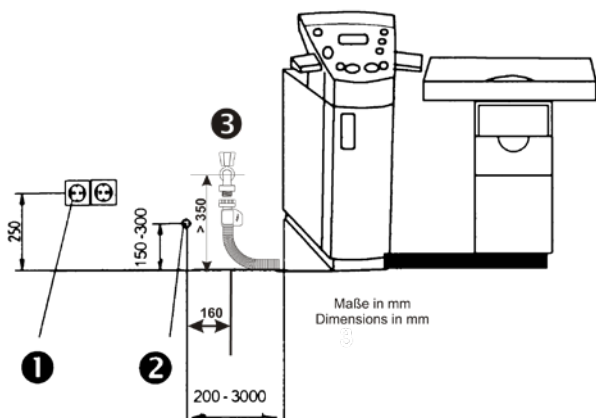
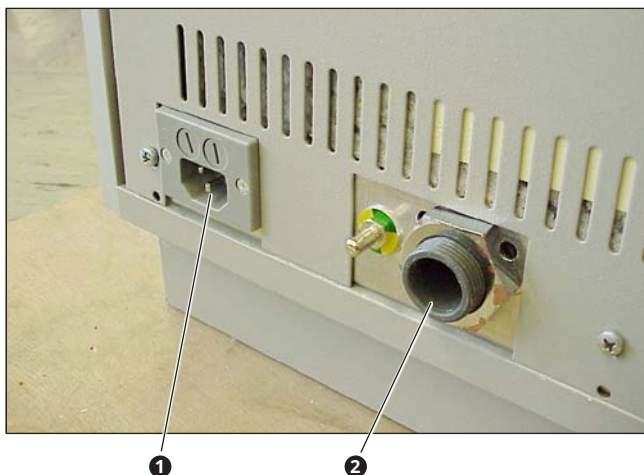

Fig. 3.
Fig. 4.
- La ATMOS C 21 / C 31 está conectada a un enchufe que debe montarse cerca de la unidad, preferiblemente al lado izquierdo bajo el módulo de funciones (Ver fig. 3)
- Conectar el tubo desagüe con la unidad (❷, fig. 4) y la conexión G 3/4" (sellada debidamente).
- Unir la conexión contra el calentamiento de los aparatos ( **1**, fig. 4) con el enchufe.
- Conectar el tubo (**2**, fig. 4) al desagüe (**2**, fig. 3).